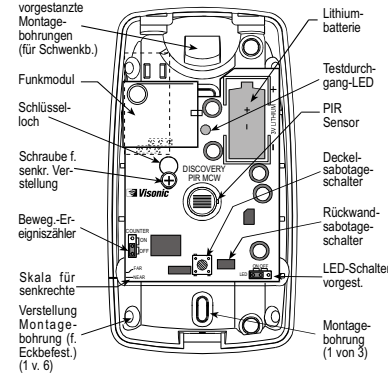

Abb. 4. Innenansicht
B. Batterie in den Batterie-Clip einlegen – auf Polarität achten (siehe Abb. 4).
- Schraube für senkrechte Verstellung entfernen, Schaltplatte nach unten schieben und durch den „Schlüsselloch“-Schlitz herausziehen (siehe Abb. 4).
Abb. 4 zeigt die Lage des Bewegungsereigniszähler-Jumpers. Vgl. Abb. 9 unten; Jumper nach Bedarf installieren.